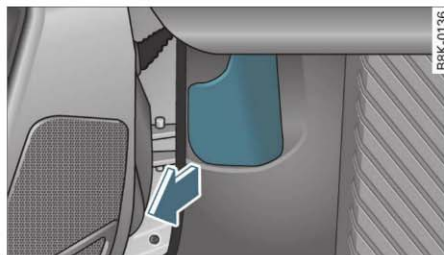

Fig. 220 Detaliu din spațiul pentru picioare al șoferului: Maneta de deblocare
- Trageți maneta de sub bord în sensul indicat de săgeată ⇒ *pagina 223*, fig. 220.